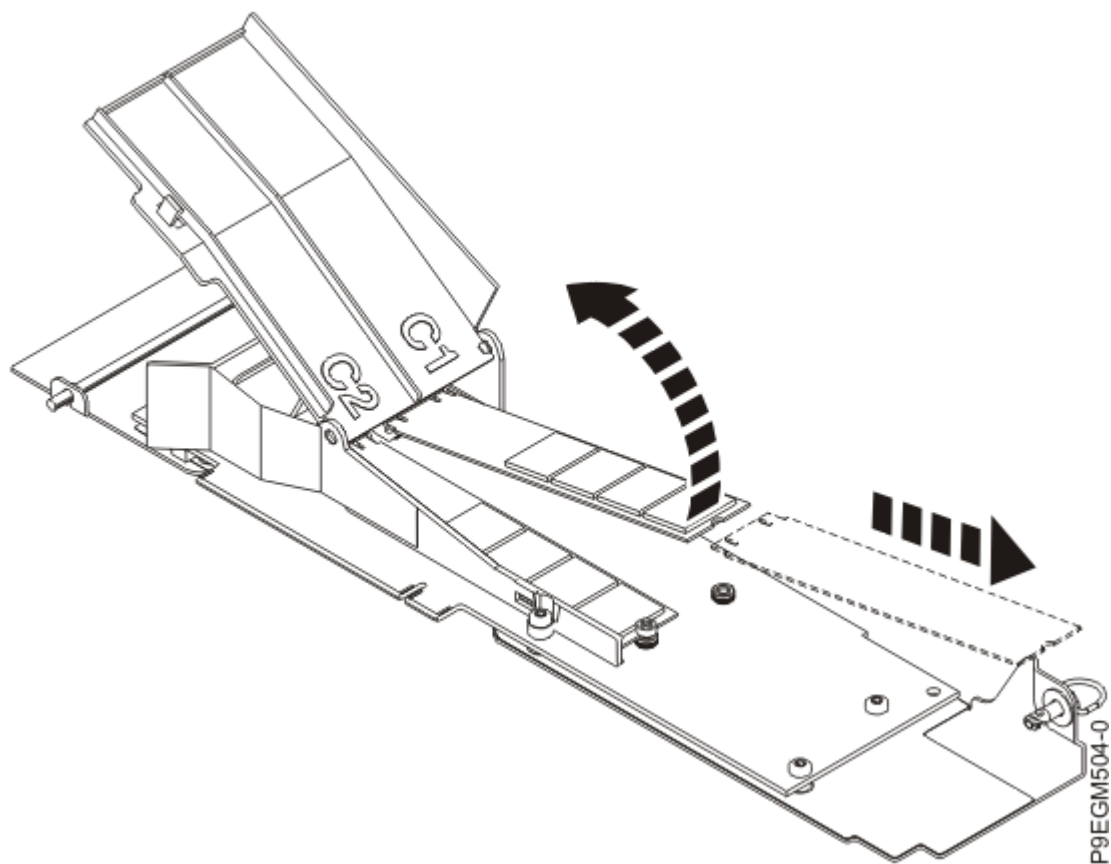

Figura 17. Extracción del módulo flash de la tarjeta portadora NVMe M.2
- c) Para extraer el módulo flash, levántelo y gírelo como se muestra en la Figura 17 en la página 23.